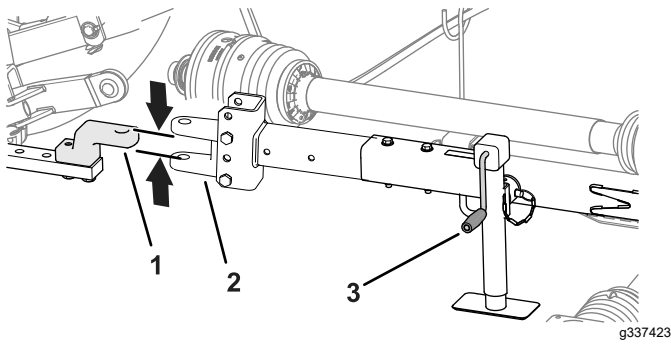

Bild 28
1. Heben oder senken Sie die Deichsel mit der Deichselheberkurbel, dass diese mit der Deichsel oder Anhängerkupplung des Zugfahrzeugs auf einer Höhe ist (Bild 28).
3. Richten Sie die Deichsel oder Anhängerkupplung des Zugfahrzeugs auf die Deichsel des Mähers (**Bild 28**) aus.